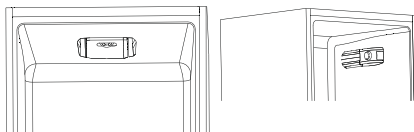

Fig.4
• A unidade do termostato para controlo do aparelho está localizada dentro do compartimento frigorífico (Fig.4). Gire o botão do termostato para além da posição "0". A luz fica acesa quando a porta do frigorífico está aberta.